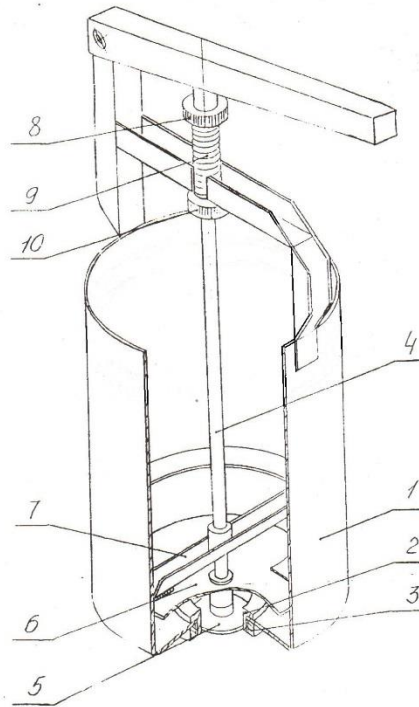

Рисунок 2 – Устройство дозатора
Дозатор (рис.2) состоит из корпуса (1), в нижней части которого установлена направляющая втулка (2), зажимаемая гайкой (3), штока (4) с поршнем (5), клапаном (6) и толкателем (7). В верхней части на штоке находятся регулировочная гайка (8), пружина (9), зажимающая гайка (10).